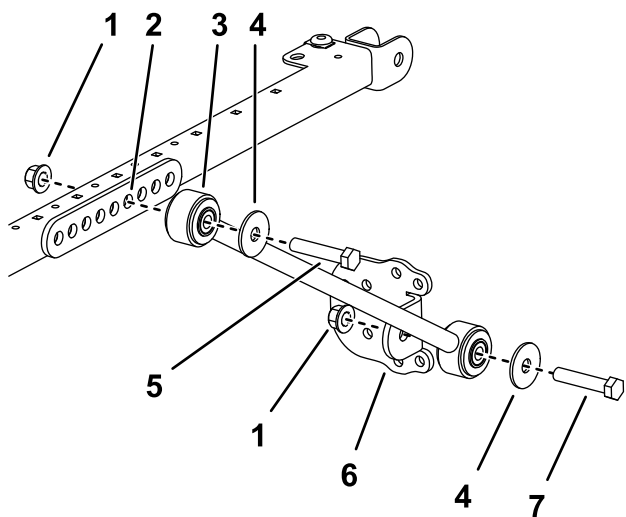

Figura 20
12. Em cada lado da estrutura do toldo, monte sem apertar uma articulação da extensão no quarto furo da montagem da cinta usando dois parafusos ($\frac{1}{2}$ x $2\frac{3}{4}$ pol.) e duas porcas flangeadas ($\frac{1}{2}$ pol.), como se mostra na Figura 20.
13. Instale sem apertar completamente um suporte de cinta em cada cinta usando um parafuso (½ pol. x 2½ pol.), anilha (½ pol.) e uma porca flangeada (½ pol.), como se mostra na Figura 20.